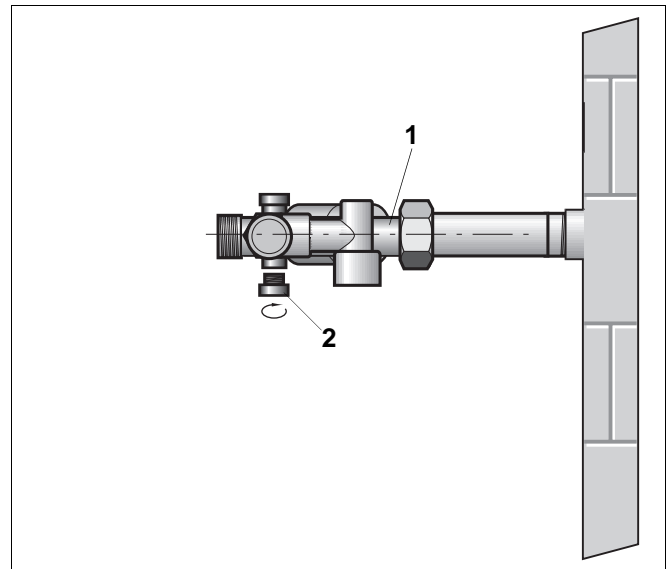

Abb. 10 Stopfen an Sicherheitsgruppe
- Den unteren Stopfen (Abb. 10, Pos. 2) an der Sicherheitsgruppe (Abb. 10, Pos. 1) herausdrehen.
- Den KFE-Hahn (Abb. 10, Pos. 3) in den unteren Anschluss eindrehen.